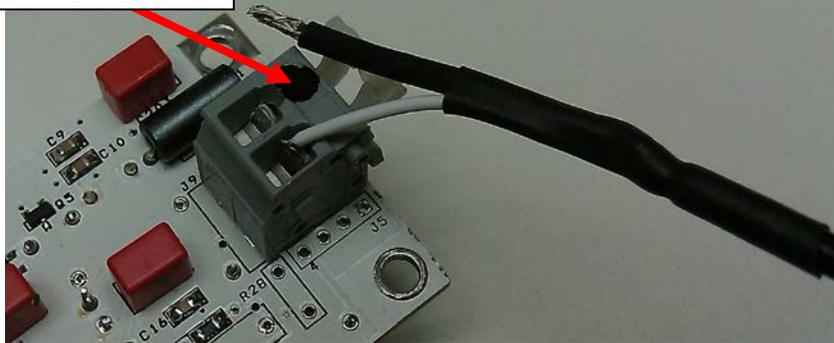

Рис. 1. Подключение кабеля датчика в сборе.
- g) На печатной плате нажать на зажимы клемм. Вставить провода нового кабеля в клеммы. Удостовериться, что черный провод подключен к клемме, имеющей черную маркировку. (См. рис. 1).